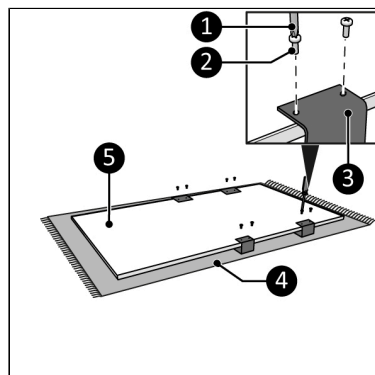

Figure 8.
8. Posez l'appareil sur une surface douce et stable (Figure 8, pos. 4).
9. Placez les deux porte-serviettes (Figure 8, pos. 3) sur deux des trois emplacements possibles de la partie principale (Figure 8, pos.).
10. Vissez et serrez les deux porte-serviettes (Figure 8, pos. 3) avec huit petites vis (Figure 8, pos. 2) à l'aide d'un tournevis cruciforme (Figure 8, pos. 1).